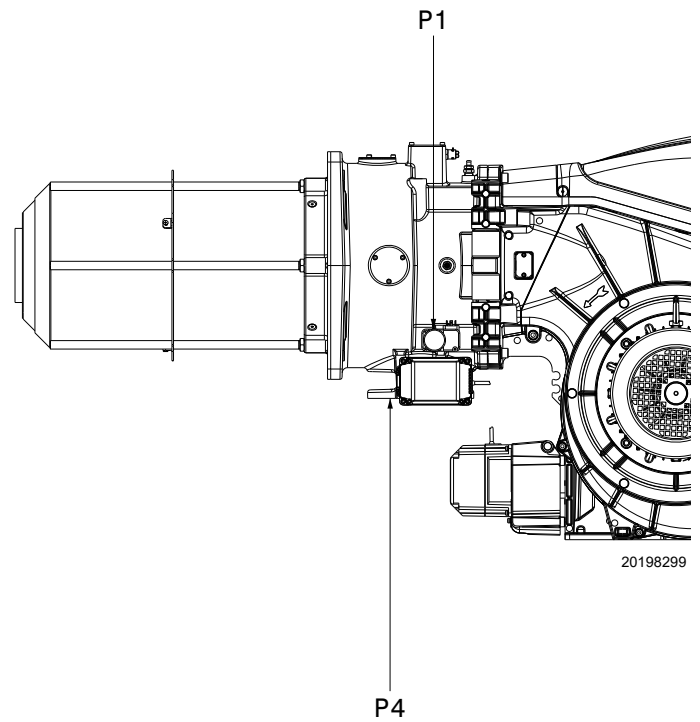

Fig. 25
- prestar la presión de la cámara de combustión a la presión del gas medida en la toma P1)(Fig. 25).
Para calcular la presión del gas requerida en la toma P1) (Fig. 25), configurar la potencia MÁX. requerida por el funcionamiento del quemador: